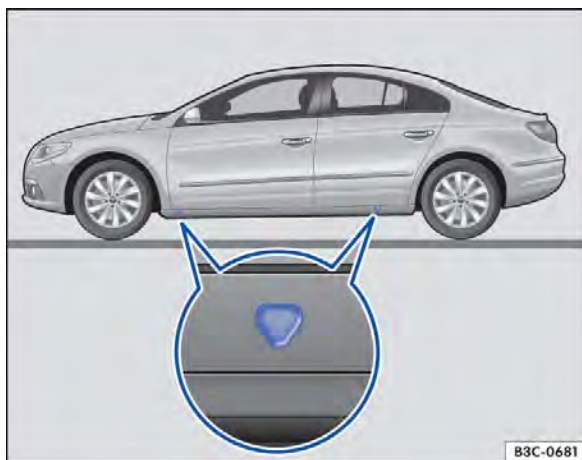

Fig. 234 Pontos de apoio do macaco.
O macaco somente pode ser posicionado nos pontos de apoio indicados (marca na carroceria) ⇒ Fig. 234. Deve ser considerado o ponto de apoio localizado junto à roda correspondente ⇒ .
6. Procurar sob o veículo o ponto de apoio do macaco ⇒ Fig. 234 mais próximo da roda a ser trocada.